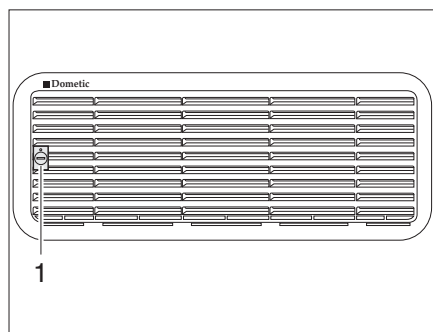
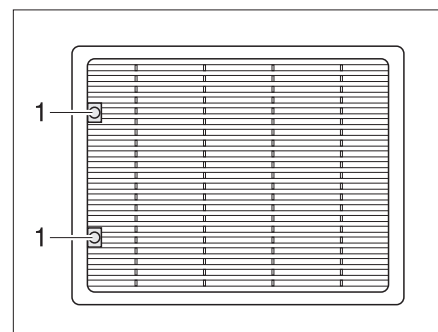

Fig. 211 Grille d'aération du réfrigérateur (Dometic petit)
Fig. 212 Grille d'aération du réfrigérateur (Dometic grand)
- Tourner la vis (Fig. 211,1 ou Fig. 212,1) d'un quart de tour à l'aide d'une pièce de monnaie.